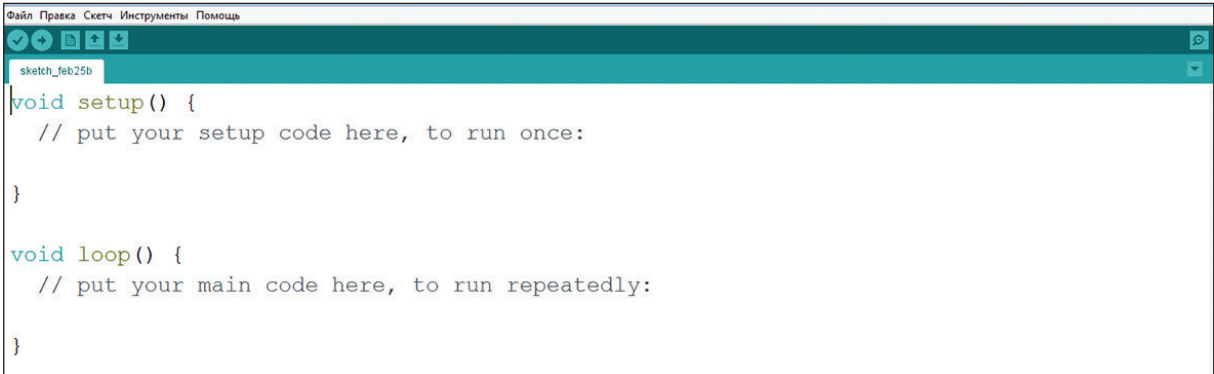

Рисунок 3. Рабочее окно редактора (программы) Arduino.
- 2) открываем рабочее окно Arduino (рис. 3);